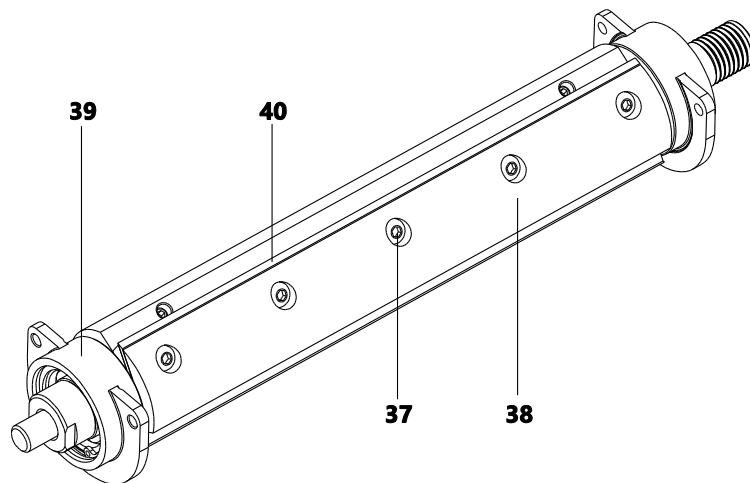

Рис. 19 Конструкция ножевого вала
Проверку крепления строгальных ножей производят подтягиванием ключом зажимных винтов 37 (рис. 19).
- освободить нож 40, отвинтив зажимные винты 37 до состояния свободного перемещения (рис. 19) с помощью шестигранного ключа 16 (таблица 2);
- закрепите нож 40, закручивая зажимные винты 37 (рис. 19).